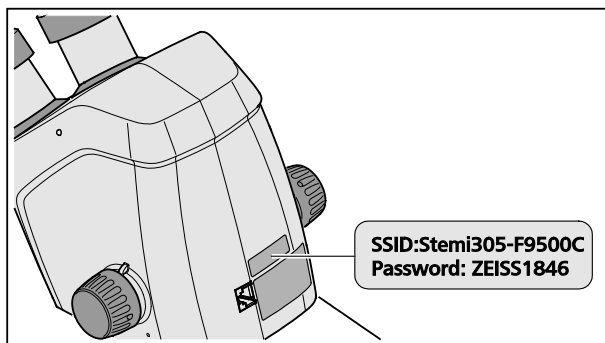

Fig. 7 Etiqueta adhesiva en la parte posterior del equipo
- La etiqueta adhesiva situada en la parte posterior del cuerpo de microscopio (Fig. 7) indica las características WLAN (SSID) ajustadas de fábrica así como la contraseña WLAN del equipo. SSID y la contraseña WLAN pueden ser modificadas posteriormente de parte del usuario con ayuda de la página web de configuración WLAN.